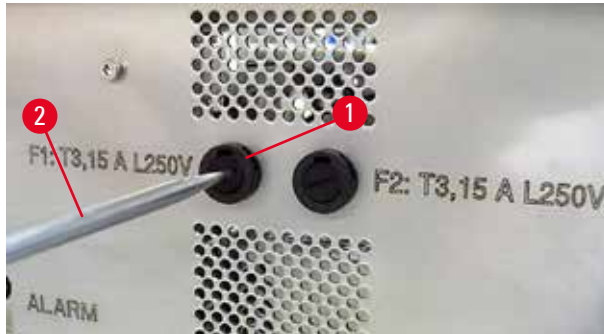

Abb. 66
- Prüfen, ob eine der beiden Sekundärsicherungen (→ "Abb. 65") defekt ist (F1, F2 an der Rückwand des Geräts (→ "Abb. 66")).